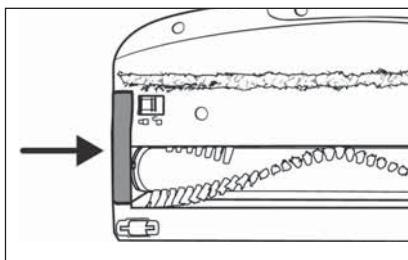

Fig. 32
- 5) Inserire il rullo a spazzola ②1 nella spazzola per pavimenti ②2. Ruotare leggermente il rullo a spazzola ②1 per poterlo inserire più facilmente.
- 6) Inserire il supporto del rullo a spazzola ⑩ nuovamente nella spazzola per pavimenti ②2. Premerlo verso il basso finché non si innesta nella spazzola per pavimenti ②2 con un clic (vedere fig. 32).